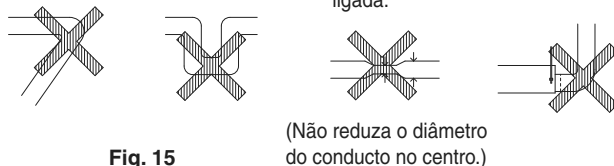

Fig. 15
- Não ligue as condutas conforme indicado na Fig. 15.